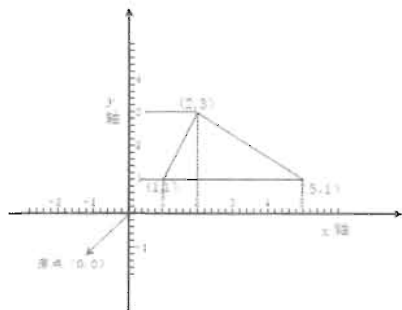

图 2-28
- (1) 执行“绘图>直线”菜单命令或者在命令行中输入 L (直线命令的简写) 并按 Enter 键。
- (2) 根据命令提示输入直线两个端点的坐标, 如图 2-28 所示, 命令执行过程如下。